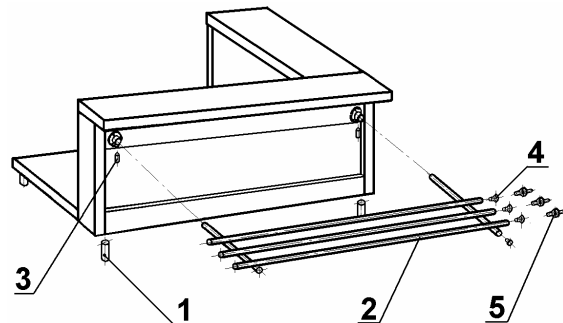

Рис. 3
6.5 Схема сборки кабины приведена на рис. 3.